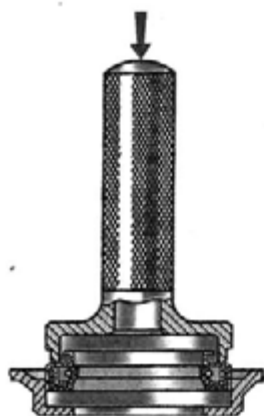

Рис. 4.1.65. Запрессовка манжеты в крышку распределительных шестерен оправкой 5-У-27733
- проверить пригодность манжеты, запрессованной в крышку распределительных шестерен, к дальнейшей работе. Если манжета имеет изношенные рабочие кромки или слабо охватывает ступицу шкива коленчатого вала, вставленную в манжету, заменить ее новой. Запрессовку манжеты в крышку рекомендуется производить при помощи оправки 5-У-27733, как показано на рис. 4.1.65;